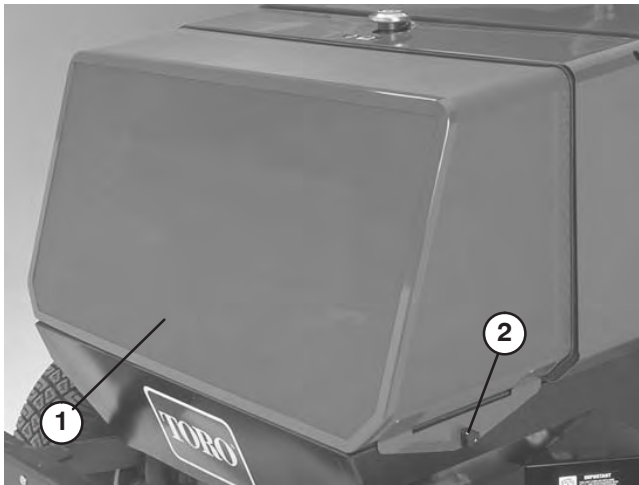

Figure 28
1. Enlevez les boutons qui fixent la protection arrière au châssis (Fig. 28). Enlevez la protection.